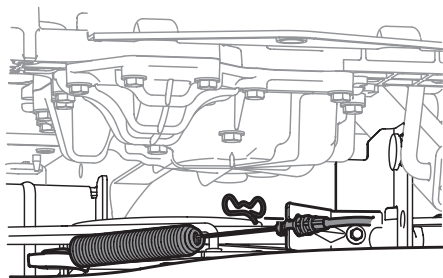

Figure 40
7. Retirez la goupille qui fixe le câble de la prise de force au support sur le plateau de coupe, faites glisser le câble hors de la prise de force et décrochez le ressort du support de la poulie de tension. Voir Figure 40.